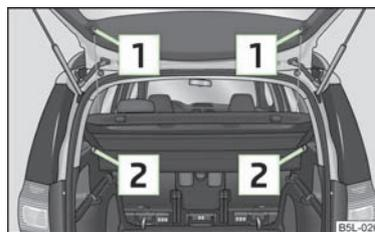

Abb. 58
- Die Haltebänder  » Abb. 58 aushängen.